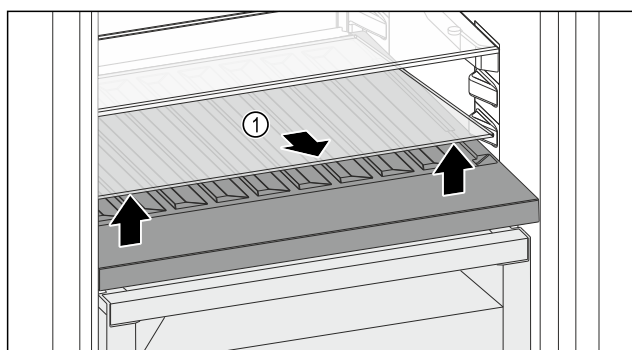

Fig. 98
- ▶ Skleněnou desku Fig. 98 (1) zvedněte za vybraní vpředu a vyjměte ji.
- ▶ Skleněnou desku Fig. 98 (1) uložte bezpečně mimo spotřebič.